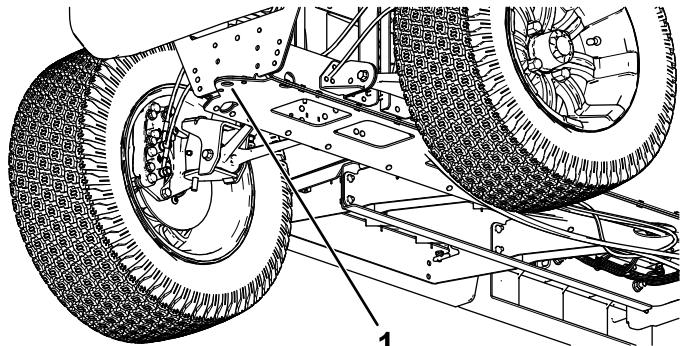

Figura 29
- Il punto di sollevamento nella parte anteriore della macchina si trova davanti al telaio dietro al timone di traino (Figura 29).